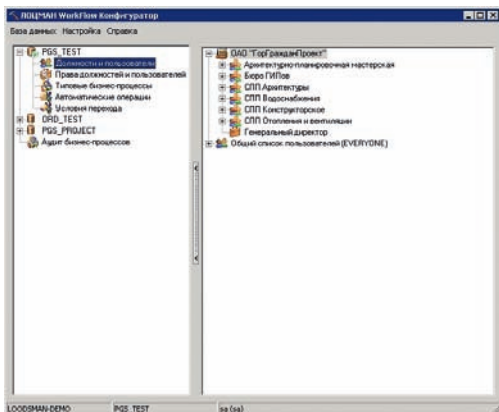

Рис. 2. Создание организационной структуры
3. После выполнения работ в центре управления комплексом и конфигуратором создать организационную структуру предприятия в ЛОЦМАН WorkFlow Конфигураторе (рис. 2).